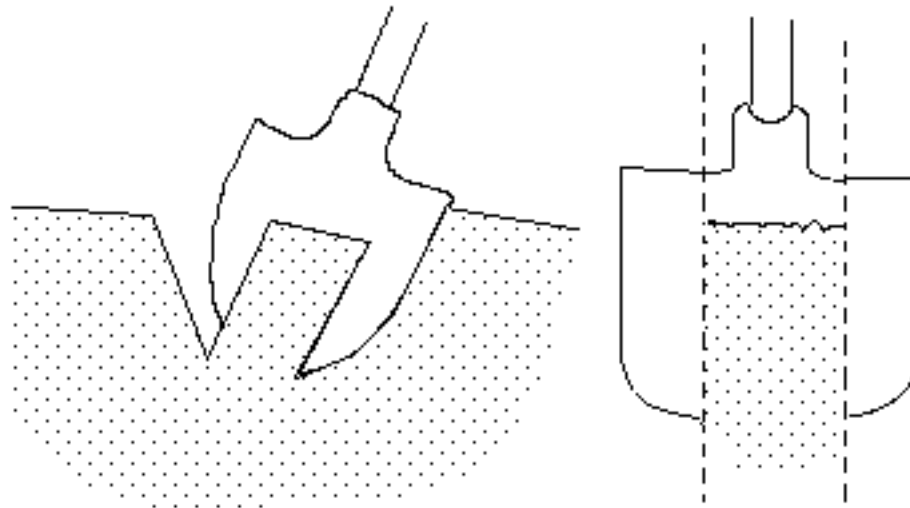

FIGURA 7-2: (IZQUIERDA) EXTRAYENDO CON PALA UNA SUB-MUESTRA (DERECHA) SUB-MUESTRA DESPUES DE RECORTADA CON UN MACHETE.
- * Tamaño uniforme: Cada submuestra debe ser de igual tamaño. Usar un cuchillo o machete para recortar cada muestra de un ancho y profundidad uniforme (vea Figura 7-2).